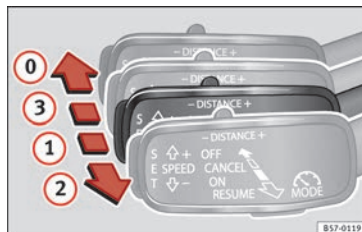

Fig. 180 A sinistra del piantone dello sterzo: terza leva per utilizzare il sistema di regolazione automatica della velocità.
È possibile attivare nuovamente l'ACC tirando la leva fino alla posizione ② » fig. 180.